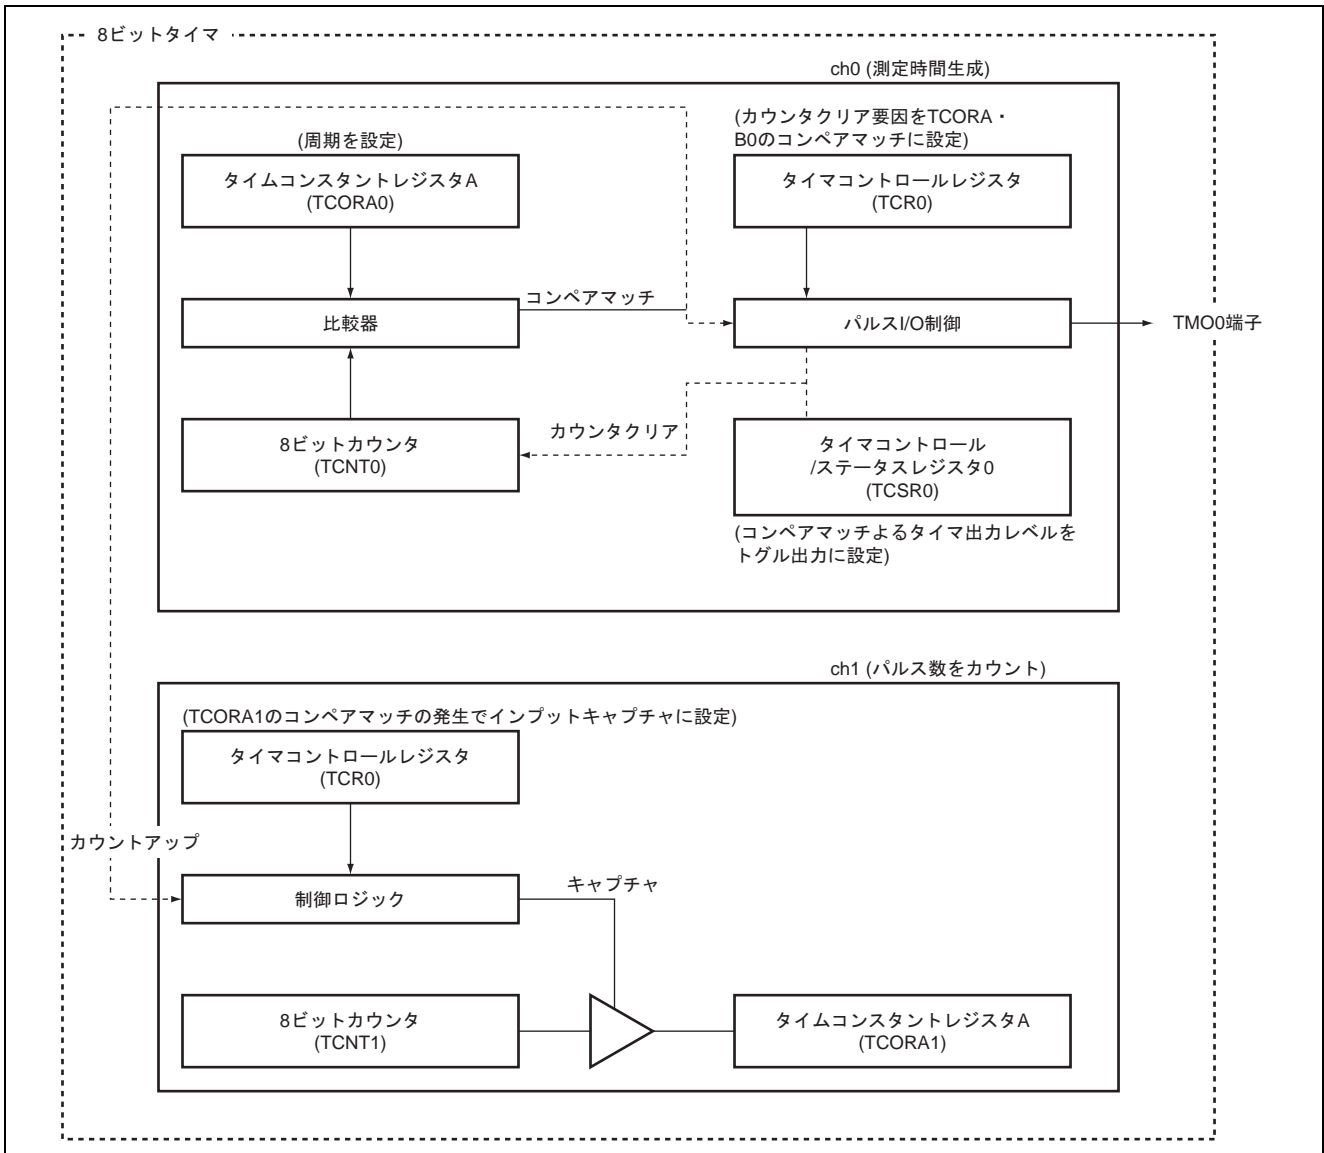

図2 出力パルスカウントブロック図
(1) 図2に本タスク例で使用する8ビットタイマのブロック図を示します。以下に本タスクに使用する機能を示します。
本タスク例ではこの機能を図2に示すように使用し、パルスの立ち上がりをカウントします。